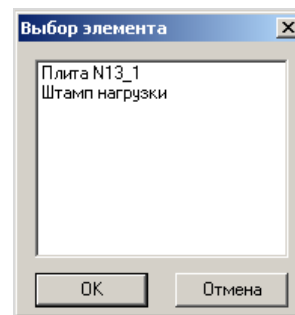

Рис.1.14.4. Окно диалога
- В открывшемся окне диалога **Выбор элемента** (рис.1.14.4) уточните выбор: